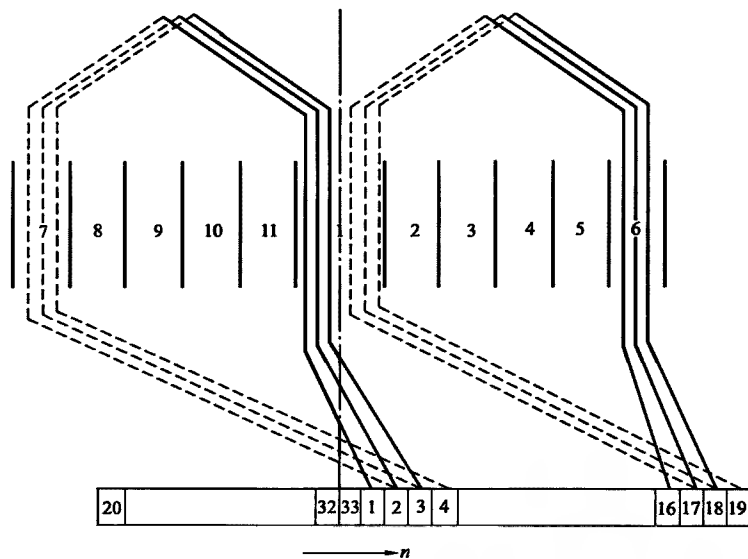

图 5-3 G80/40 型、G90/40 型转子绕组展开图
3. G80/40 型、G90/40 型转子绕组展开图 (见图 5-3)